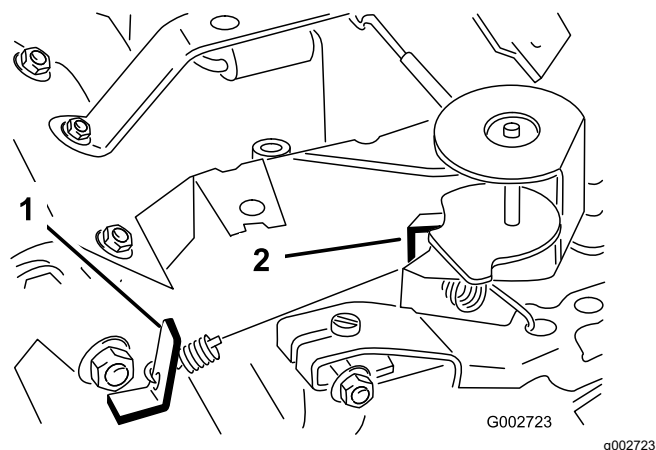

図 39
3. 調速アイドルスプリングアンカーの耳(図 39)を曲げて、エンジン速度を 1,675-1,175 rpm に調整する。
6. 高速アイドルスプリングアンカーの耳(図 39)を曲げて、エンジン速度を 3,350-3,450 rpm に調整する。